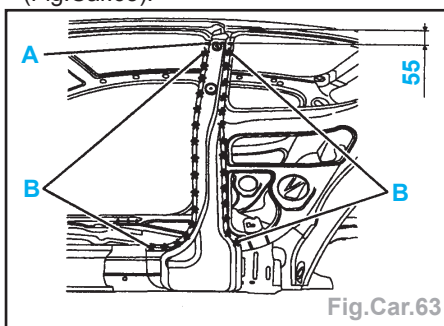

Fig. Car.63
- Tracer puis découper en A à l'aide d'une meule épaisseur 1 mm (coupe provisoire) (Fig. Car.63).
- Découper par fraisage des points suivant B (Fig. Car.63).